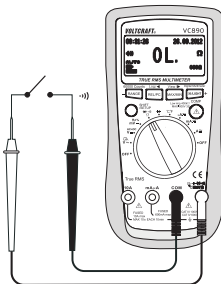

图 7
1. 开启 DMM 并选择量程“Ω”。按下 SHIFT/SETUP 键 (3), 直至通断测试符号 \rightarrow 出现。
2. 将红色测试引线插入 $^{\circ}\text{CHzV}\Omega$ 测量插口 (7), 将黑色测试引线插入 COM 测量插口 (8) (图 7)。